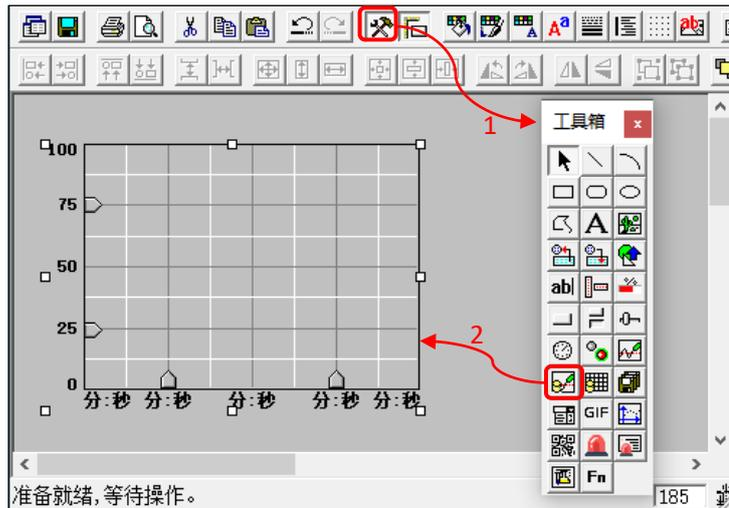

图 5.2-9 绘制历史曲线构件
- ① 进入窗口组态：在章节 5.2.1 所组态工程的基础上，进入工作台，双击“窗口 0”进入画面组态窗口，窗口背景颜色可自行定义。
- ② 绘制历史曲线构件：如图 5.2-9，在工具箱中选择“历史曲线”构件，并绘制，